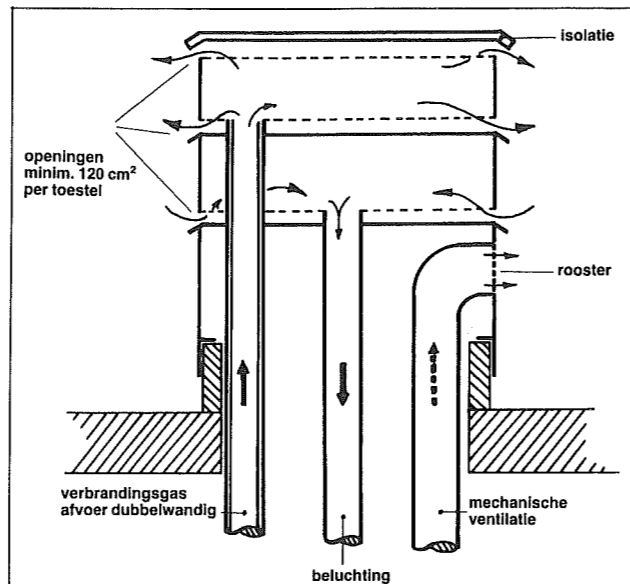

Fig. 15 Voorbeeld van een verzamelkap enkelvoudige toepassing voor hoogbouw
- * Bij toepassing van een zgn verzamelkap, zie fig. 15, dient de verbrandingsgasafvoerleiding in de kap dubbelwandig uitgevoerd te zijn.